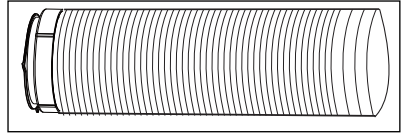

Fig. 7
- Étirez l'autre côté du tuyau et vissez-le à l'adaptateur B (Fig. 7).